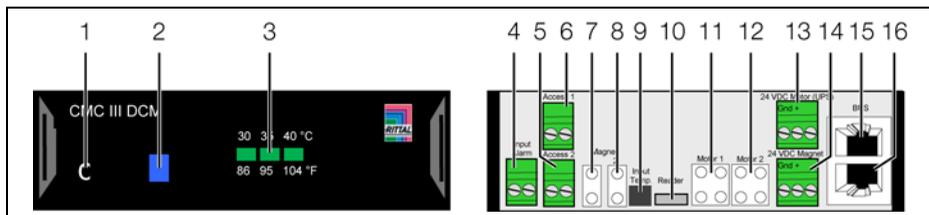

Рис. 3: Элементы индикации, штекеры и разъемы
Элементы управления и индикации показаны на рис. 3.
Обозначения на рис. 3
- При необходимости подключите к цифровому сигнальному входу (рис. 3, поз. 4) например, сигнальный выход системы пожарной сигнализации или системы управления зданием.
- При необходимости подключите кнопку двери или комфортную ручку двери с функцией открытия для ручного открывания двери 1 (рис. 3, поз. 6) и двери 2 (рис. 3, поз. 5)
- В зависимости от типа двери подключите соответствующий магнитный дверной комплект двери 1 (рис. 3, поз. 7) и двери 2 (рис. 3, поз. 8).
- При необходимости подключите внешний датчик температуры сзади ко входу модуля контроля дверей (рис. 3, поз. 9) и расположите датчик в желаемом месте измерений.
- Для контроля доступа и ручного открывания дверей в качестве альтернативы кнопке двери или комфортной ручке с функцией открытия подключите соответствующий считыватель СМС III (цифровой кодовый замок или считыватель транспондера, рис. 3, поз. 10).
- При применении совместно с Liquid Cooling Package подключите расширение дверного комплекта для двери 1 (рис. 3, поз. 11) и двери 2 (рис. 3, поз. 12).
- Подключите к обоим входам питания модуля контроля дверей по блок питания (7030.060, рис. 3, поз. 13, 14).
- Соедините модуль контроля дверей кабелем CAN-Bus с СМС III PU или соседними элементами в шине CAN-Bus (рис. 3, поз. 15, 16).